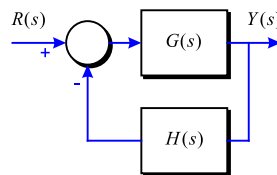

Figura 3-6
**Problema 55** Les funcions de transferència següents es donen per a un sistema de control amb realimentació no unitària d'un sol llaç com el de la Figura 3-6. Trobeu l'error ( $e(t) = r(t) - y(t)$ ) en estat estable degut a una entrada graó unitari, una rampa unitària i una parabòlica  $\frac{t^2}{2} \cdot u_s(t)$ .